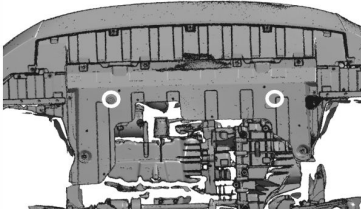

Рис.3
4. Приложить пыльник, отметить расположения кронштейнов (рис.3). Сделать отверстия в пыльнике. Установить штатный пыльник.